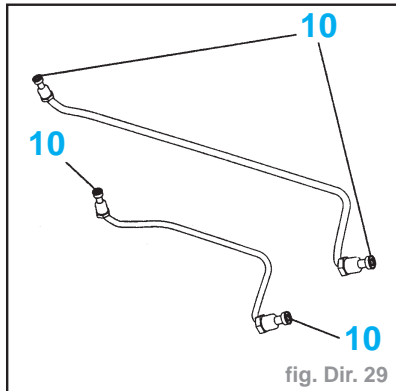

fig. Dir. 29
- Serrer les vis (6) à **1,5 daN.m**.
- Mettre en place les joints toriques (10) neufs (fig. Dir. 29).